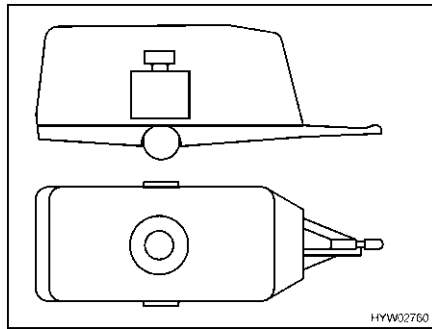

Fig. 9 Ripartizione corretta del peso
**Caricamento corretto** Non sistemare oggetti pesanti come tenda veranda, scatolame ecc. nel caravan, ma nella motrice. Fissare le biciclette sul tetto della motrice. Stivare tutti i pesi vicino all'asse (Fig. 9).